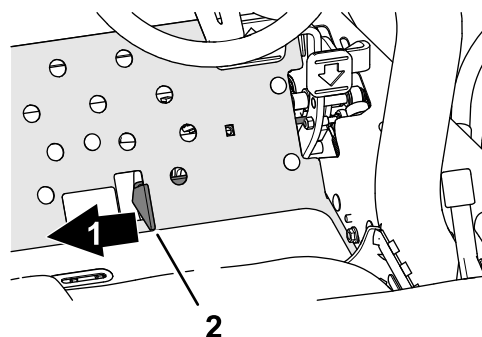

Bild 39
4. Stellen Sie den Mäh-/Transportschieber rechts, in die MÄH-Stellung (Bild 39).
2. Stellen Sie den Mäh-/Transportschieber nach rechts in die MÄH-Stellung (Bild 39).